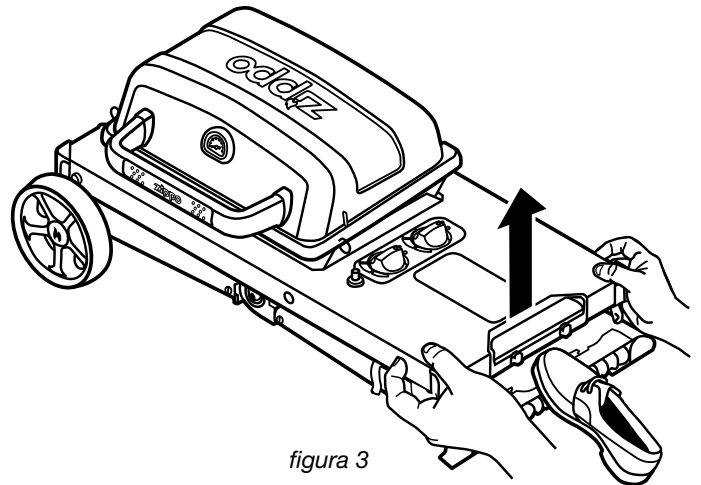

figura 3
1. Poner un pie en el mango de transporte como se muestra en la figura 3.